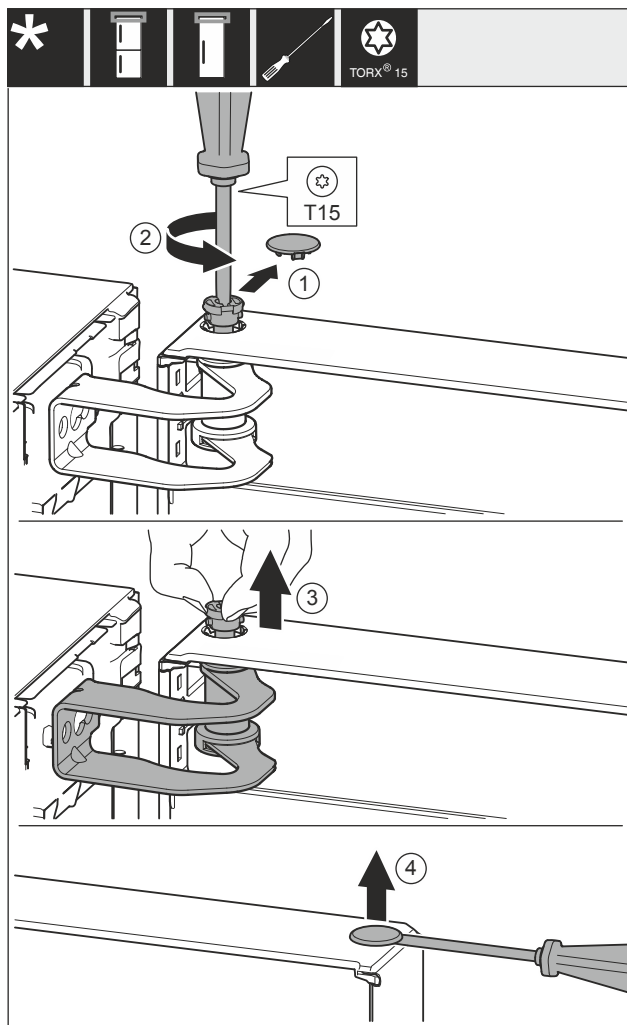

Fig. 24
- Afdekking Fig. 24 (1) voorzichtig wegnemen.
- Bouten Fig. 24 (2) met een schroevendraaier iets losdraaien.
- Bouten Fig. 24 (3) met de vingers er uit trekken.
- Afdekking Fig. 24 (4) voorzichtig met een schroevendraaier optillen en verwijderen.